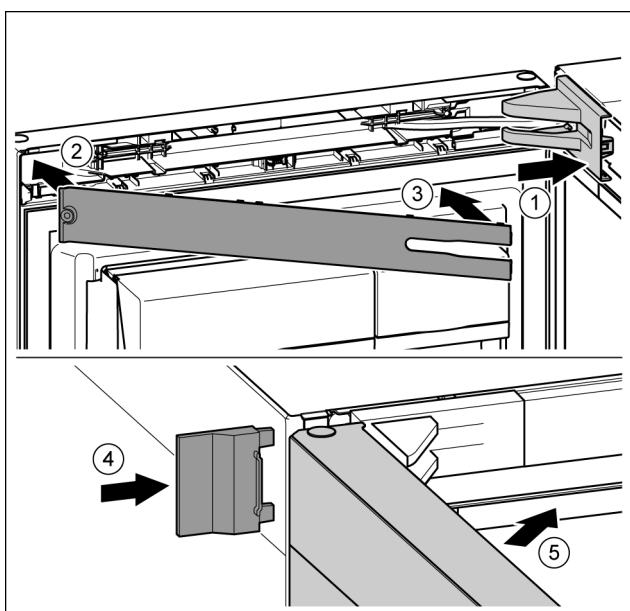

Fig. 43
- Встановіть та зафіксуйте кришку опорного кронштейна, у разі необхідності – обережно розтисніть. Fig. 43 (1)
- Встановіть накладку. Fig. 43 (2)
- Поверніть і зафіксуйте накладку. Fig. 43 (3)
- Насуньте зовнішню кришку. Fig. 43 (4)
- Закріпіть верхні дверцята. Fig. 43 (5)